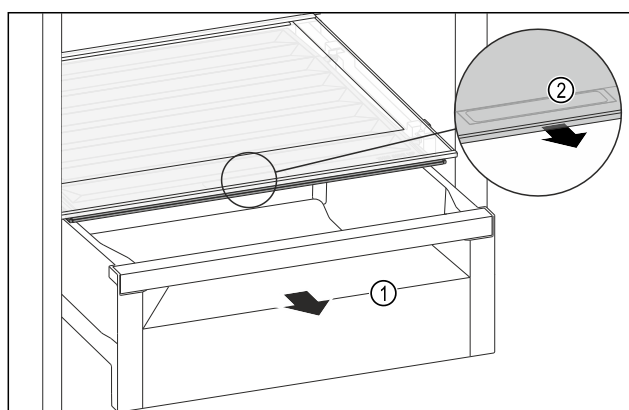

Fig. 137
- ▶ Dra ut utdragslådan Fig. 137 (1).
- ▶ Ta tag i fördjupningen Fig. 137 (2) på facklocket och dra samtidigt facklocket framåt.